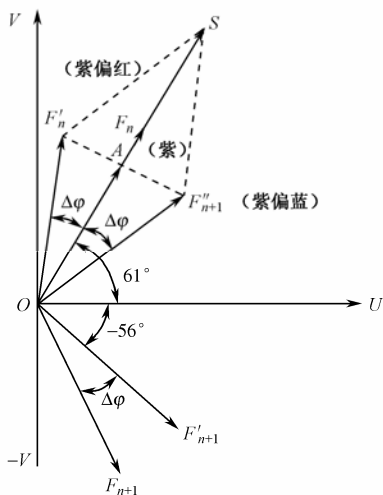

图 1-8 色调畸变的校正原理
2. PAL 制。PAL 制是针对 NTSC 制相位失真敏感的缺点而提出的, 它是 NTSC 制的一种改进形式, 是将色度信号中的 V 分量逐行倒相, 利用相邻扫描行色彩的互补性校正由相位失真引起的色调失真。其校正原理如图 1-8 所示。